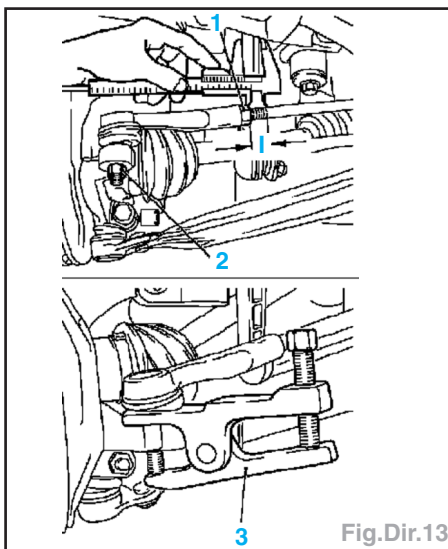

Fig.Dir.13
- la rotule de direction : avant la dépose, mesurer la longueur «1», desserrer le contre-écrou (1) et l'écrou (2) et dégager la rotule à l'aide de l'outil KM-507-C (3) (Fig.Dir.13).